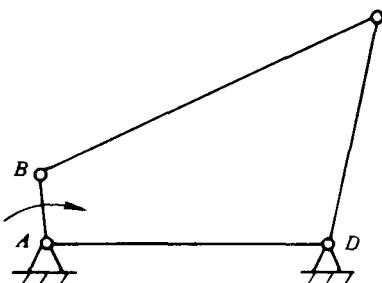

图 1-6
5. 图 1-6 所示曲柄摇杆机构中, 曲柄为原动件, 试画出该机构的最小传动角 (γ_{min}) 的位置。